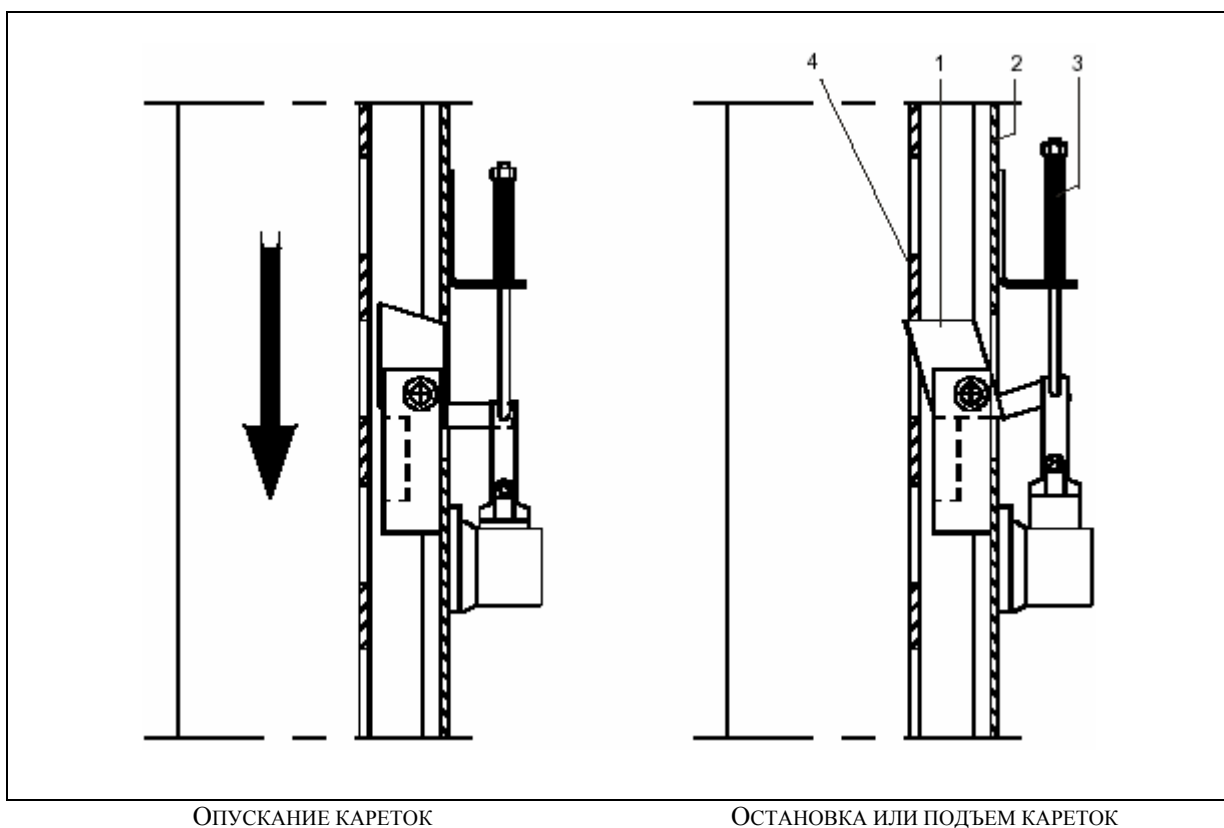

Рис.18
При возникновении неисправностей в работе гидроцилиндра, сработают предохранительные клинья безопасности (поз.1, см. Рис.18), расположенные внутри стоек подъемника (2). Клинья выталкиваются пружиной (3) и немедленно останавливают каретки (4), исключая их опускание.